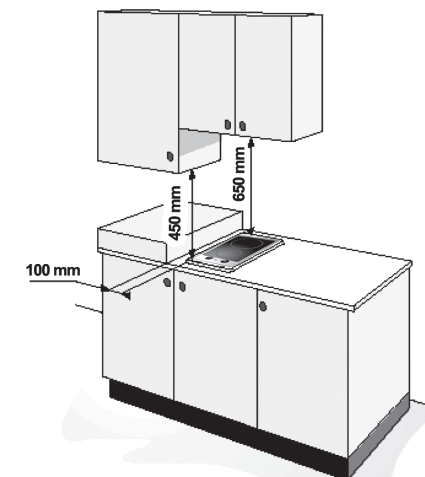

Fig. 3
- Insira o cabo no gancho (Fig. 3) e ligue os fios à placa de bornes.